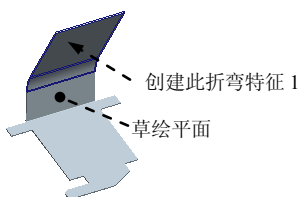
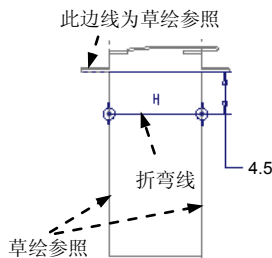
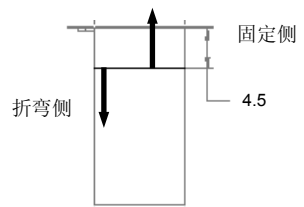

图 11.6.10 创建折弯特征 1
图 11.6.11 创建折弯线
图 11.6.12 定义折弯侧和固定侧
Step5. 创建图 11.6.10 所示的折弯特征 1。选择下拉菜单 **插入(I)** → **折弯操作(B)** → **折弯(B)...** 命令, 在 **OPTIONS (选项)** 菜单中选择 **Angle (角度)** → **Regular (常规)** → **Done (完成)** 命令。在 **USE TABLE (使用表)** 菜单中选择 **Part Bend Tbl (零件折弯表)** → **Done/Return (完成/返回)** 命令; 在 **RADIUS SIDE (半径所在的侧)** 菜单中选择 **Inside Rad (内侧半径)** → **Done/Return (完成/返回)** 命令。选取图 11.6.10 所示的钣金表平面为草绘平面, 接受系统默认的特征创建方向。绘制图 11.6.11 所示的折弯线, 定义图 11.6.12 所示的折弯侧和固定侧。在 **RELIEF (止裂槽)** 菜单中选择 **No Relief (无止裂槽)** → **Done (完成)** 命令, 折弯角度值为 30, 在 **DEF BEND ANGLE** 菜单中选择 **Flip (反向)** → **Done (完成)** 命令, 折弯半径值为 5.0。